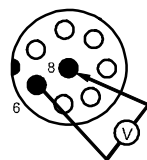
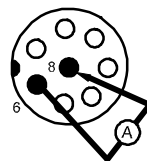

Fig. 13 Устройство измерения напряжения
Fig. 14 Устройство измерения силы тока
| MPPEs-1/4-2-010 | пост. ток 0 ... 10 В | 0 ... 2 бар (→ рис. 14) |
| MPPEs-1/2-1,5-7-420 | 4 ... 20 мА | 1,5 ... 7 бар (→ рис. 14) |
- Соедините MPPEs-... кабелем со следующим измерительным устройством согласно Fig. 13/ Fig. 14: